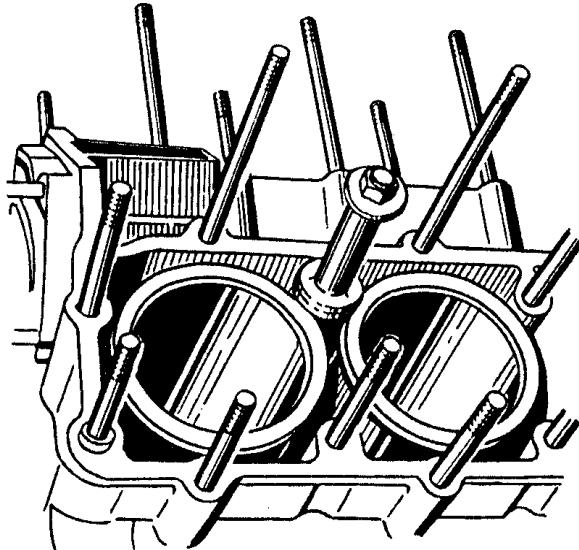

Рис.37. Закрепление гильз втулками - зажимами
29. Втулками-зажимами закрепить гильзы цилиндров в блоке цилиндров для предохранения их от выпадения (рис.37).